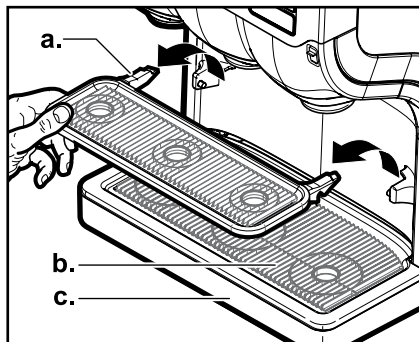

Bild 27
2. Ta bort kopplplattformen (a.), droppgallret (b.) och droppskålen (c.) (bild 27).